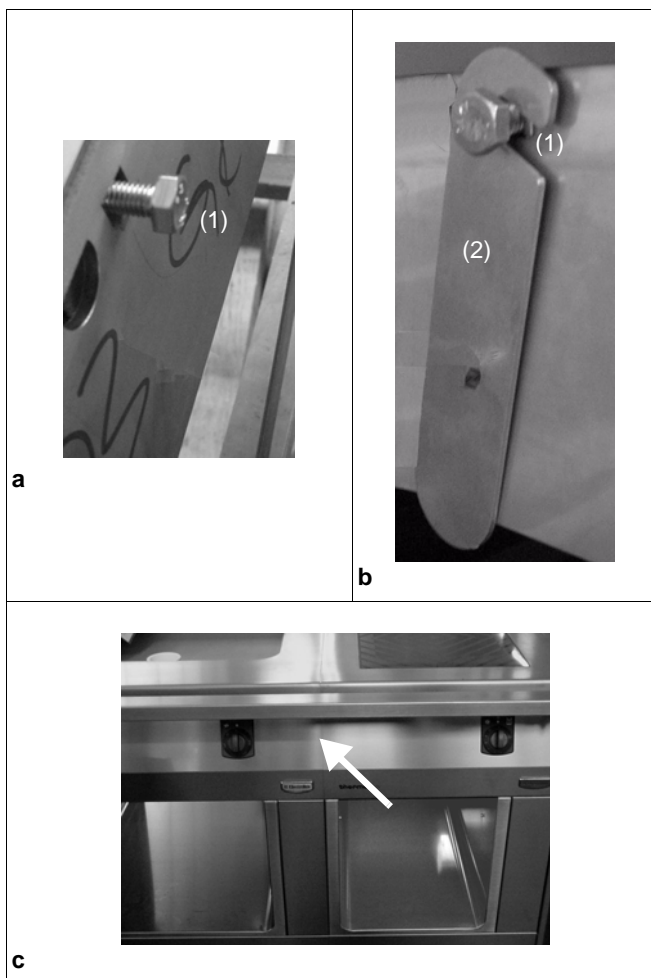
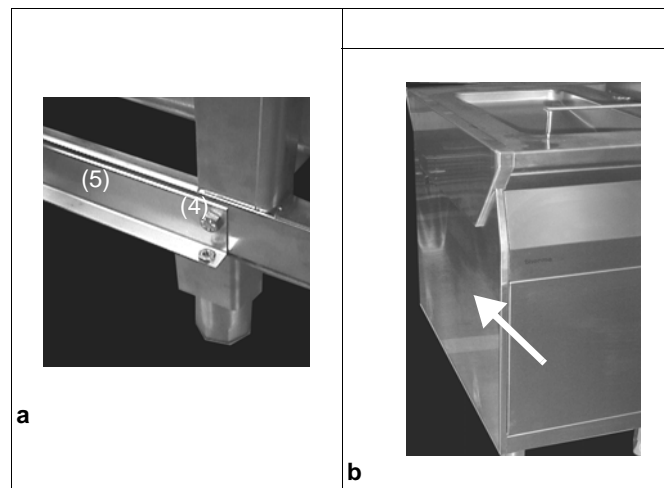

Fig.1 Förbindelse på sidan
Fig.2 Sidoväggmontage
Anslutningssettet består av vardera två förmonterade burmuttrar (1 / Fig.1) på maskinens högra sida, sexkantskruvar M8x25 (1 / Fig.1) och flikar (2 / bild 1).
- ⇒ Vrid in skruv (1 / Fig.1) löst, ungefär 5 mm djupt i burmuttern.
- ⇒ Sätt in fliken (1 / Fig.1) inne på den andra maskinens anslutningsplatta.
Anslutningssettet består av vardera två sexkantskruvar M8x25 (i / Fig.1), bultar med säkringsring (2 / Fig.1), flikar (3 / Fig.1), sexkantskruvar M8x16 med fjäderbrickor och sexkantmuttrar M8, sexkantskruvar M5 med fjäderbrickor (4 / Fig.2) och en montagevinkel (5 / Fig.2).
- ⇒ Vrid in skruv (1 / Fig.1) löst, ungefär 5 mm djupt i den förmonterade burmuttern i sidoväggen.
- ⇒ Montera montagevinkeln (5 / Fig.2b) med skruvar, fjäderbrickor och muttrar nere på ramen. (4 / Fig.2).